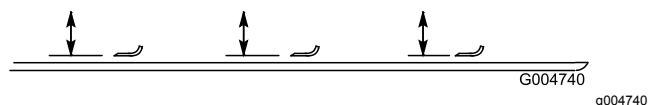

Figure 111
- Tournez la lame dans le sens longitudinal (Figure 111). Mesurez la distance entre l'intérieur du plateau de coupe et le tranchant à l'avant de la lame. Notez cette valeur.